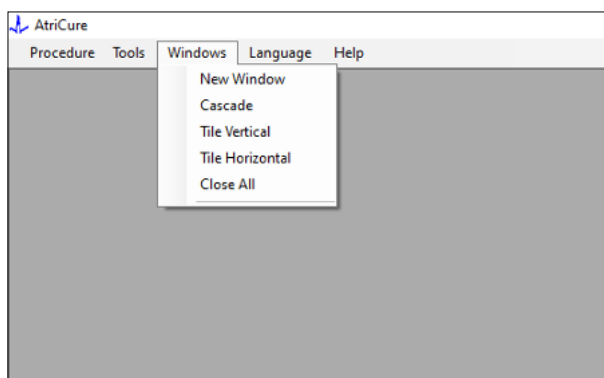

Figura 10: Opțiunile pentru aranjarea ferestrelor în software
3. Selectarea opțiunii Ferestre deschide fereastra următoare (consultați **Figura 10**):